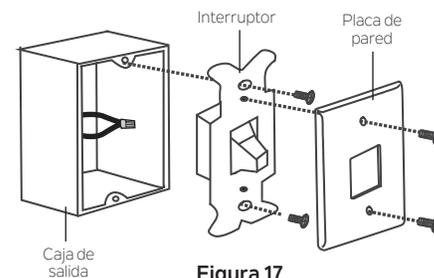

Figura 17
Paso 1. Retire la placa de pared existente y el interruptor antiguo de la caja de salida de pared. Conecte los cables NEGROS (corriente) con una tuerca para cables y empújelos para regresarlos al interior de la caja de salida. **(Figura 17)**